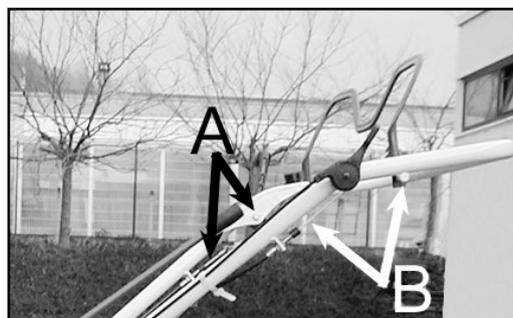

Figure 19
- Les câbles et articulations du levier de blocage de différentiel et de la poignée de commande de la transmission (figure 19, repères A et B).